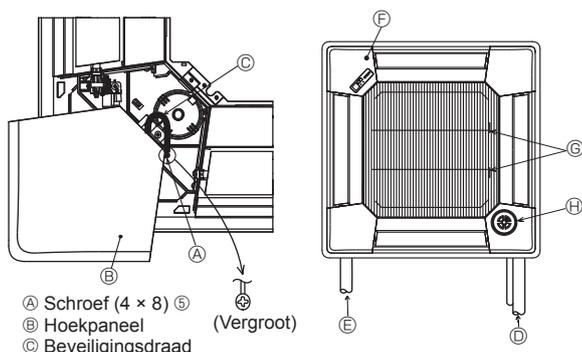

Fig. 6-9
6.5. Het inlaatrooster monteren (Fig. 6-9)